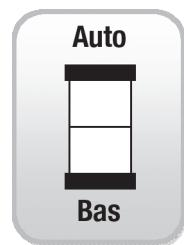

Figure 5
2. Pour installer l'interrupteur de mode (Figure 5), brancher un pôle de l'interrupteur au fil Auto/Low (Auto/Bas) et l'autre au pôle de la mise à la terre.
Pour commencer à utiliser le chauffe-eau, placer l'interrupteur à « ON » (Marche) (Figure 7), placer l'interrupteur de mode à AUTO (Figure 5) ET ouvrir le robinet d'EAU CHAUDE désiré. L'unité s'allumera automatiquement et commencera à chauffer l'eau. NE PAS UTILISER LE ROBINET D'EAU FROIDE POUR AJUSTER LA TEMPÉRATURE.